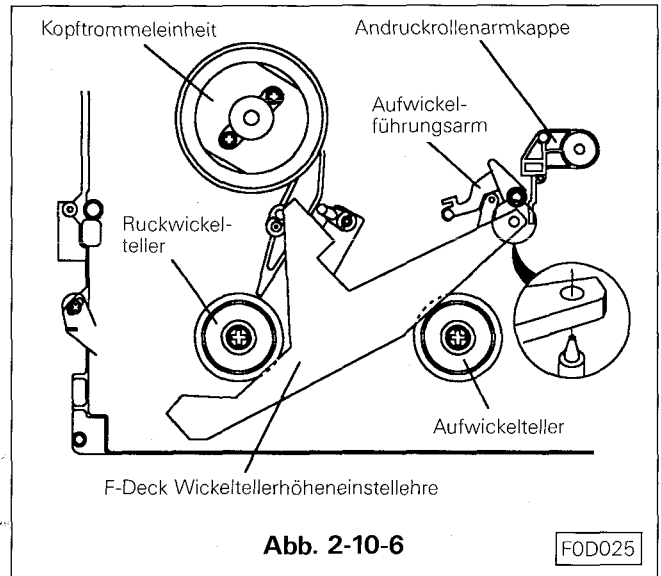

Abb. 2-10-6
- J. Die Wickeltellerhöheninstellehre (Best. -Nr. 859C342020) in die entsprechende Position Punkt A einsetzen. (Siehe Abb. 2-10-6)
- Die Wickeltellerhöhen-einstellehre (Best. -Nr. 859C342020) in die entsprechende Position Punkt A einsetzen. Siehe Abb. 2-10-6.
- Die Wickeltellerhöheninstellehre für das F-Chassis einsetzen, (siehe Abb. 2-10-6) die Höhe des Bandführungsarms mit der Befestigungsschraube so einstellen, daß die untere Flanke des Führungsbolzens gleiche Höhe hat mit dem Punkt B für das F-Chassis. (Siehe Abb. 2-13-2)